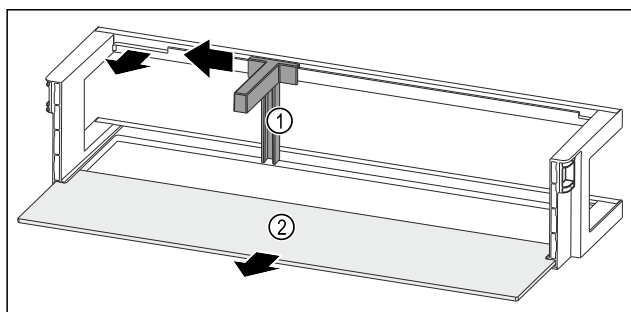

Fig. 85 Balconnet de contre-porte avec porte-bouteilles et tablette de rangement
- Pousser le porte-bouteilles Fig. 85 (1) sur le côté jusqu'à l'évidement.
- Retirer le porte-bouteilles Fig. 85 (1).
- Retirer la tablette de rangement Fig. 85 (2).